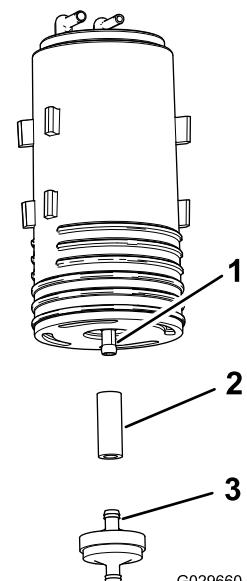

Figure 45
4. Déposez le filtre et le petit flexible du raccord inférieur sur l'ancienne cartouche de charbon actif (Figure 45).
5. Branchez le flexible sur le raccord inférieur de la nouvelle cartouche de charbon actif (Figure 45).
6. Insérez le raccord du nouveau filtre à charbon actif dans le flexible (Figure 45).